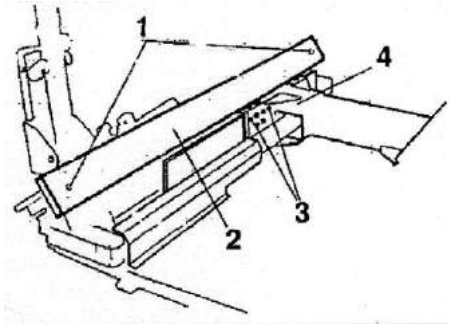

Рисунок 35
- c) Ослабьте винты, крепящие ограничитель (поз. 1, Рисунок 35), снимите ограничитель цепной передачи (поз. 2, Рисунок 35).
- d) Ослабьте гайки (поз. 3, Рисунок 35) каждого из верхних скользящих башмаков каретки (поз. 4, Рисунок 35).
g) Закрутите четыре стопорные гайки верхних скользящих башмаков (поз. 3, Рисунок 35).
i) Заново установите ограничитель цепной передачи (поз. 2, Рисунок 35).